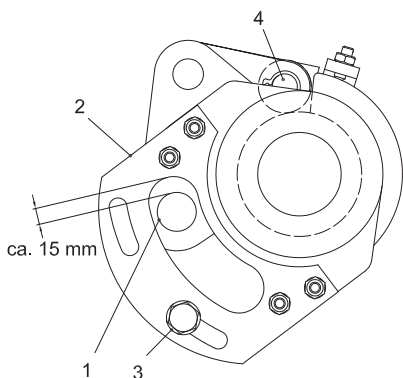

Рис. 9.6
В конечном положении „ВКЛ“ шайбного привода расстояние между ведущим штифтом (рис. 9.6/1) и шайбы с отверстиями (рис. 9.6/2) должно составлять ок. 15 мм.
**12.** При медленном включении выключателя штифт срабатывания (рис. 9.6/3) и роликовая защелка (рис. 9.6/4) не должны прикасаться друг к другу.